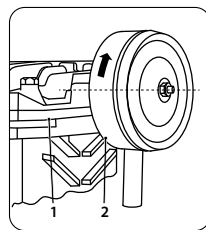

рис. 4
Вверните воздушный фильтр (2) в отверстия головки блока цилиндров (1) (рис. 4).